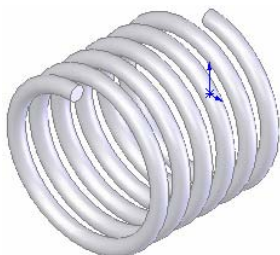

图 4-64 弹簧
以绘制如图 4-64 所示的弹簧为例，说明不带引导线的扫描特征的操作步骤：
⑩ 确认扫描特征。单击“扫描”属性管理器中的“确定”图标按钮, 结果如图 4-64 所示。